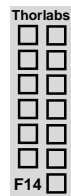
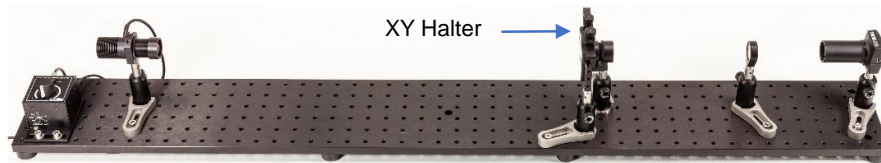

Abbildung 8: Position des XY-Halters mit dem Target
Abbildung 9: Position des XY-Halters mit dem Target, Überblicksbild.
- Positionieren Sie das Target einige mm von der Objektivlinse entfernt (wie in Abb. 18). Bewegen Sie das Target vor und zurück bis ein scharfes Bild des Siemenssterns auf der Kamera sichtbar wird (vgl. Abbildung 8 und Abbildung 9). Eventuell müssen Sie die Intensität der LED oder die Exposure Time der Kamera herunterregeln um eine Überblendung der Kamera zu verhindern.
- Beobachten Sie das Bild der Kamera und bewegen Sie die Feld-Iris vor und zurück, bis die Kanten der Iris im Kamera-Bild möglichst scharf dargestellt werden. Es wird allerdings nicht möglich sein, die Feld-Iris vollkommen scharf abzubilden. Ein leicht eckiges Bild wie in Abbildung 8 reicht aus.